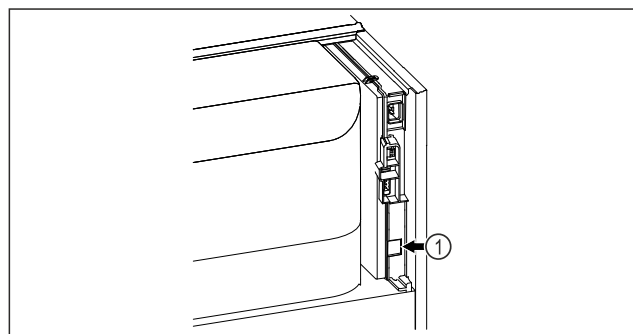

Fig. 90
- SmartModule Fig. 90 (1) is geplaatst.